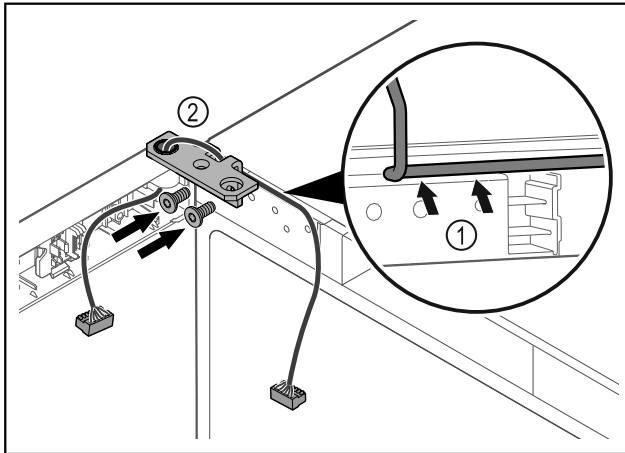

Fig. 45
- ▶ Introdurre il cavo nel foro della cerniera angolare e posarlo con cautela Fig. 45 (1).
- ▶ Avvitare la cerniera angolare Fig. 45 (2).